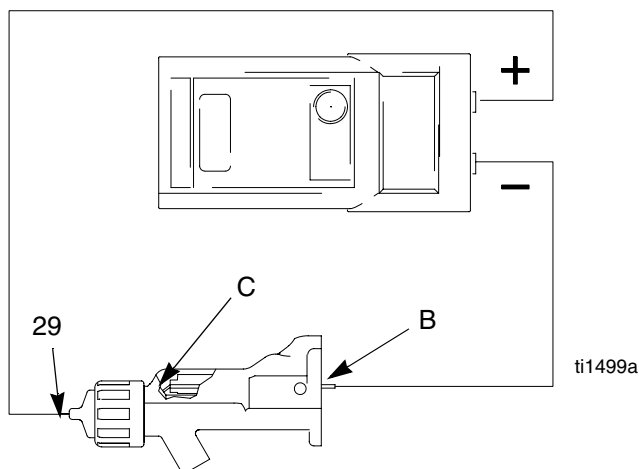

Fig. 8 Test av elektrodens motstånd
1. För in en elektriskt ledande stav (B) i pistolhuset (demonterad för provningen av kraftaggregatet), mot metallkontakten (C) framtill i pistolhuset.
2. Mät motståndet mellan den ledande staven (B) och elektroden (29). Motståndet skall vara 20-30 Mohm. Se Fig 8.